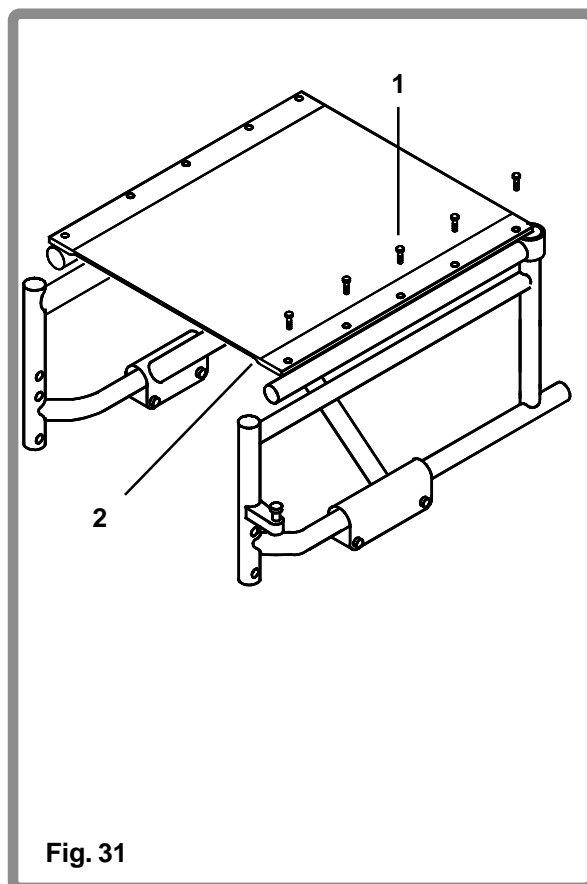

Fig. 31
La toile d'assise (Fig. 31) peut être retendue en utilisant des panneaux Velcro® (2) sous le siège. Retirer les vis cruciformes n° 2 (1) retenant le côté gauche de l'assise avec un tournevis approprié, réajuster le Velcro® pour tendre correctement l'assise. Replacer les vis et serrer jusqu'à 5-8Nm.